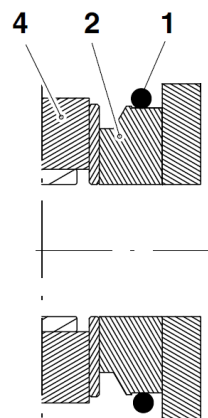

Рис. 139
3. Снять старое уплотнительное кольцо и временно установить новое (1, рис. 139) на выступ ковша (2). Убедиться, что канавка уплотнительного кольца на звене подвески ковша (4) и на выступе очищены.